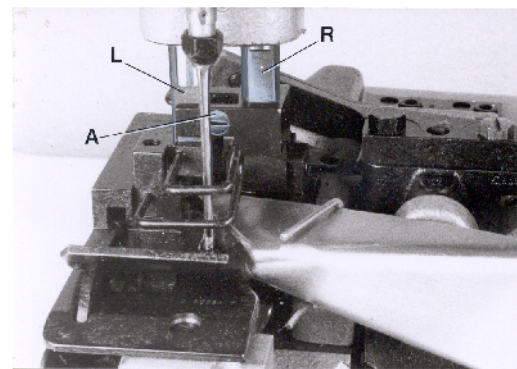

Fig. 10
Styles 80800TL, TAL, U, UA, UL and UAL have a two-piece presser foot. Insert the right presser foot part on the pivot of the right presser bar (R, Fig. 10) and align the flats on the left presser bar (L, Fig. 10) to the guide fork of the presser foot shank. The flats on the left presser bar should slide freely in the fork, this can be adjusted with screw (A). Secure this setting with the lock nut. Now insert the left presser foot part on the pivot of the left presser bar (L) and align it with needle slot and feeler slot to the throat plate. Tighten set screws in both presser foot shanks.
Die Maschinen 80800TL, TAL, U, UA, UL, and UAL haben einen zweiseitigen Drückfuß. Schieben Sie das rechte Drückfußteil auf den Zapfen der rechten Drückfußstange (L, Fig. 10) und richten Sie die Flächen auf der linken Drückfußstange (L, Fig. 10) nach der Führungsgabel der Drückfußnabe aus. Die Flächen der linken Drückfußstange müssen in der Gabel leicht gleiten können, dies kann mit der Schraube (A) eingestellt werden. Sichern Sie die Einstellung mit der Kontermutter. Nun schieben Sie das linke Drückfußteil auf den Zapfen der linken Drückfußstange (L) und richten es mit Stichloch und Tasterschlitz zur Stichplatte aus. Ziehen Sie die Gewindestifte in beiden Drückfußnaben an.